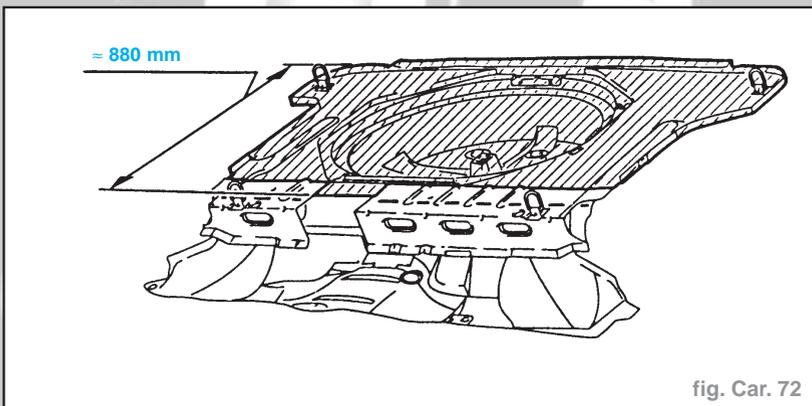

fig. Car. 72
- Déposer les pièces rapportées. Enlever par forage à gauche et à droite la traverse sous dossier arrière. Séparer le plancher arrière selon la dimension de la pièce neuve (fig. Car. 72).